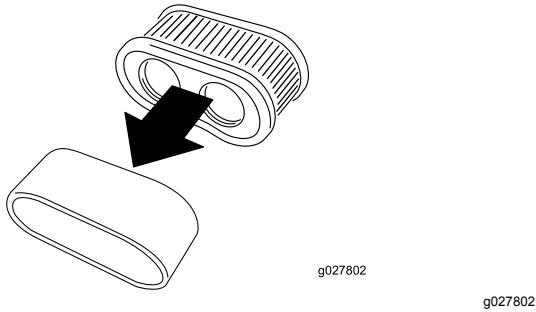

Bild 43
- Nehmen Sie den Schaumeinsatz vorsichtig vom Papiereinsatz ab (Bild 43).